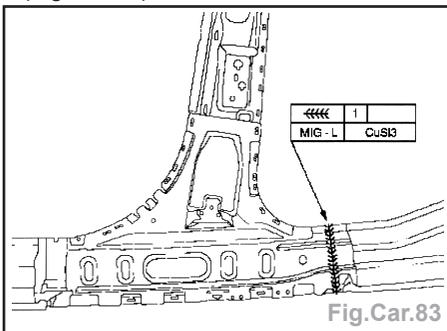

Fig.Car.83
- Souder au MIG le montant B intérieur inf. (Fig.Car.83).